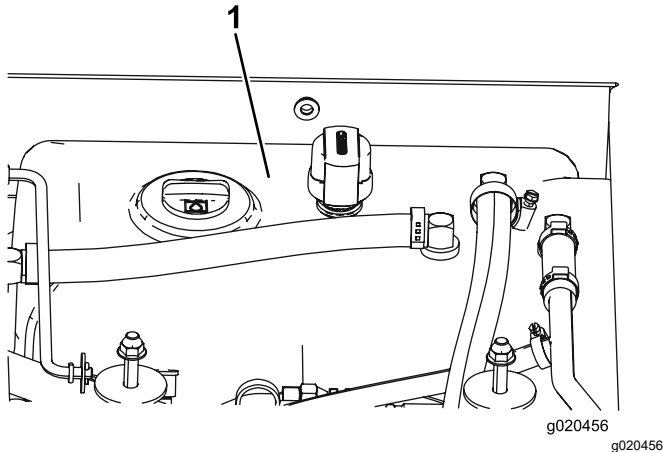

Bild 83
- Füllen Sie den Hydraulikbehälter (Bild 83) mit Hydrauliköl, siehe Prüfen des Hydrauliköls (Seite 78).